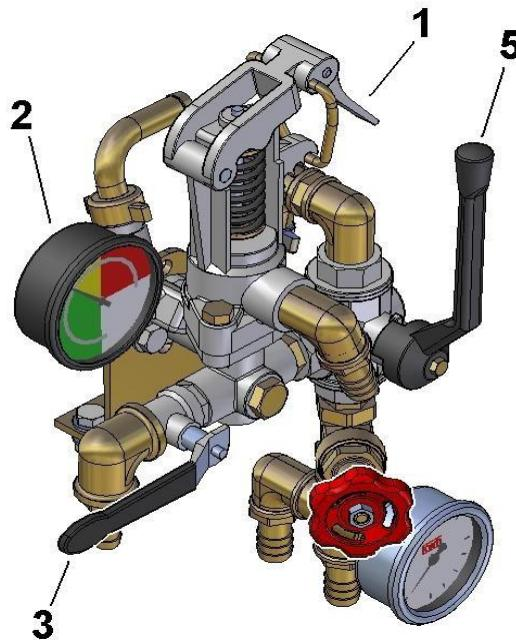

Abb. 4
- 2 - Das 3-Wege-Ventil (**Abb. 4 - Pos. 5**) wie in dem Schema gezeigt positionieren.
- 3 - Den Druckregler (**Abb. 4 - Pos. 1**) je nach dem gewünschten Betriebsdruck auf die Kerbe 1,2,3 oder 4 stellen.
Der Betriebsdruck des Spritzrohrs wird auf dem Manometer (**Abb. 4 - Pos. 2**) angezeigt.
- 4 - Das Regelventil des Rührvorgangs schließen (**Abb. 4 - Pos. 3**)